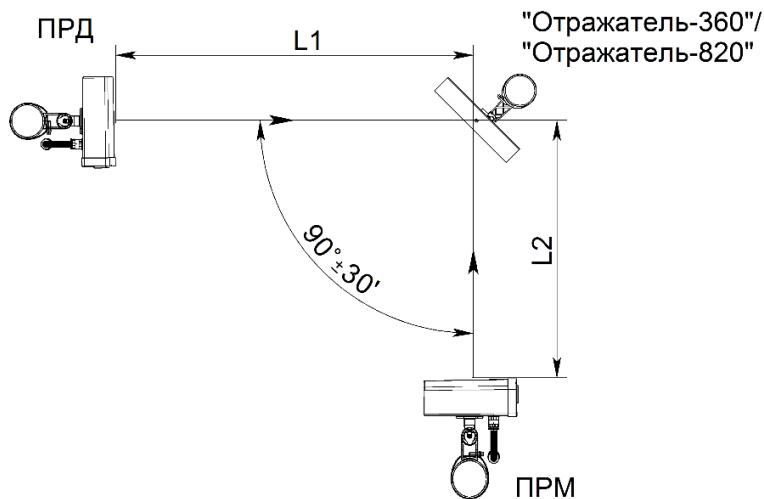

Рисунок 2.13 – Установка извещателей с применением отражателя «Отражатель-360» («Отражатель-820»)
2.3.9.2 При работе извещателей с «Отражателем-360» (см. рисунок 2.13) суммарная длина зоны обнаружения  $L_1+L_2$  (где  $L_1$  – расстояние между блоком ПРД и отражателем,  $L_2$  – расстояние между отражателем и блоком ПРМ) не должна превышать: